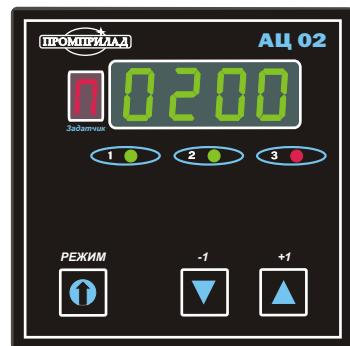

Рисунок 2
7. 2 Для того, чтобы войти в режим конфигураций, необходимо нажать кнопку "РЕЖИМ", и удержать ее в течение 20 секунд (до появления буквы П (программирование) в первой декаде - указателе номера задатчика (Рисунок 2)). После чего отпустить кнопку режим и на ЦИ высыпается указатель номера задатчика (наименьшая декада ЦИ) и значение соответствующего задатчика, состоящее из четырех декад (Рисунок 2). Повторными нажатиями кнопки "РЕЖИМ" установить номер соответствующего задатчика, после чего кнопками "+1" или "-1" установить необходимое его значение.